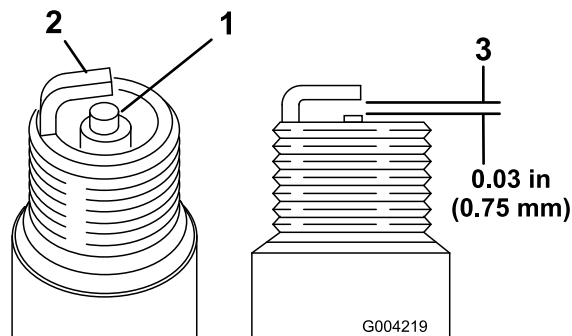

图51
1. 查看两个火花塞的中心（图51）。如果您看到绝缘体上有浅棕色或浅灰色涂层、说明发动机运行正常。如果绝缘体上的涂层为黑色、则通常意味着空气滤清器已变脏。
2. 检查中心电极与侧电极之间的间隙（图51）。
3. 如果间隙不正确，请弯转侧电极（图51）。